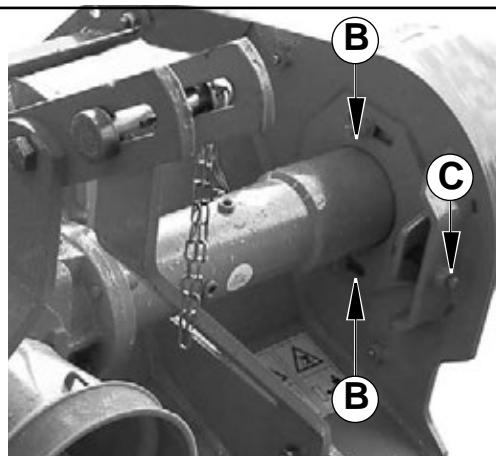
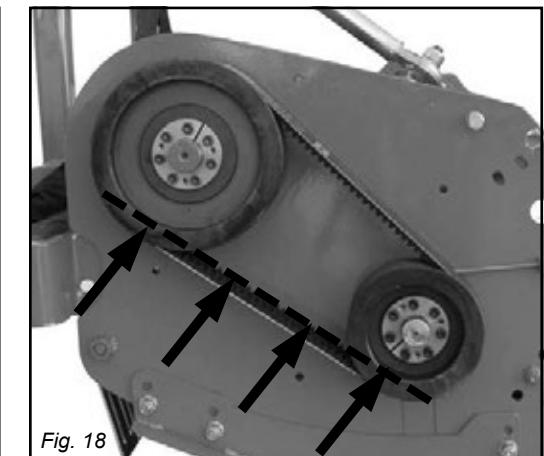

Fig. 17
Fig. 18
- Allungamento permesso 1 cm con una forza applicata di 5 Kg (Fig. 17).
- A cinghie tensionate controllare l'allineamento delle pulegge (Fig. 18).
- Tilladt forlængelse 1 cm med en vægtpåvirkning på 5 Kg (Fig. 17).
- Kontrollér remskivernes liniering efter fuldført drivremespænding (Fig. 18).
- Remmarna får ge efter med 1 cm med en belastning på 5 kg (Fig. 17).
- Kontrollera remskivornas inställning när remmarna har spänts (Fig. 18).
Premere sulla cinghia, nella zona centrale fra le due pulegge, con una forza di 5 Kg, la forza deve provocare una deformazione sulla singola cinghia di 1 cm (Fig.17). È consigliabile a tal proposito, munirsi di una riga metallica di lunghezza adeguata, e appoggiandola sui bordi delle due puleggie (vedere linea tratteggiata Fig.18), la stessa deve toccare tutti e quattro i bordi delle pulegge stesse.
*Tryk på remmen midt mellem de to remskiver med en kraft på 5 kg. Kraften skal forårsage en deformering af remmen på 1 cm (Fig. 17).*
*Denne lægges på kanten af de to remskiver (se den stipede linje i Fig. 18) og den skal røre ved alle remskivernes fire kanter.*
Tryck mitt på remmen mellan de båda remskivorna med ca 5 kg tryck. Varje rem ska då ge efter ca 1 cm (Fig. 17).
Vi rekommenderar en lång rätlinjal mellan de båda remskivorna (se den streckade linjen Fig. 18). Rätlinjalen ska vidröra remskivornas kanter.